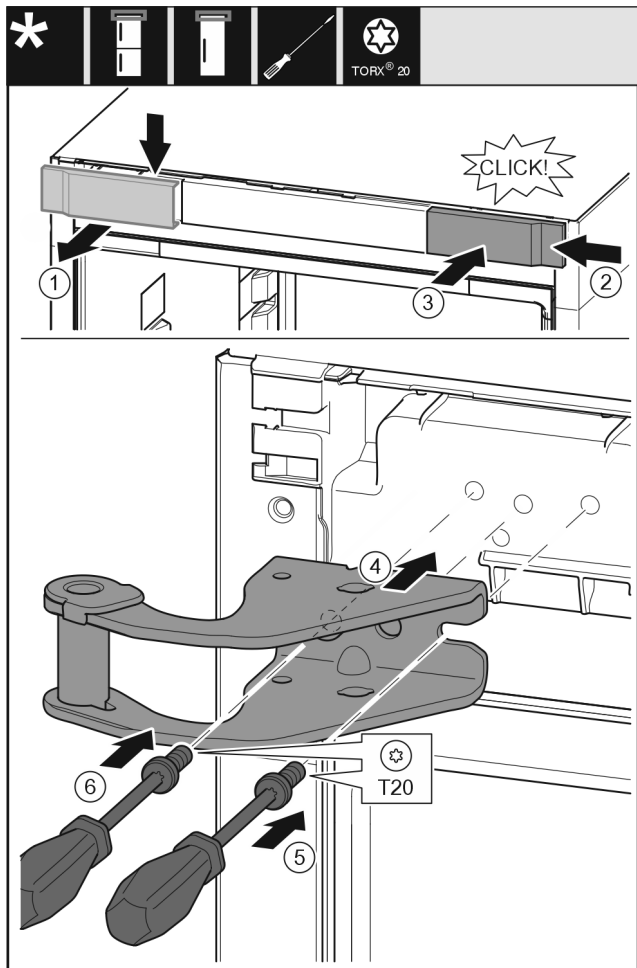

Fig. 15
- ▶ Odeberte kryt Fig. 15 (1) shora dopředu.
- ▶ Kryt Fig. 15 (2) otočený o 180° zavěste na druhé straně zprava.
- ▶ Zaklapněte kryt Fig. 15 (3).
- ▶ Nasadte horní stojan ložiska Fig. 15 (4).
- ▶ Šroubovákem nasadte šroub Fig. 15 (5) a utáhněte.
- ▶ Šroubovákem nasadte šroub Fig. 15 (6) a utáhněte.